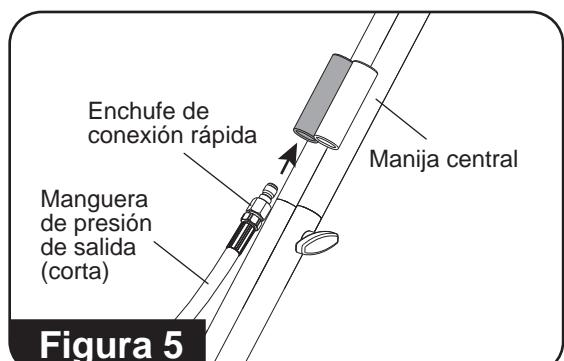

Figura 5
5. Tome la manguera de presión de salida corta y, comenzando con el extremo del enchufe de conexión rápida, deslícela a través de la parte inferior del tubo guía en la parte delantera del ensamble de la manija central. (**Consulte la figura 5**)